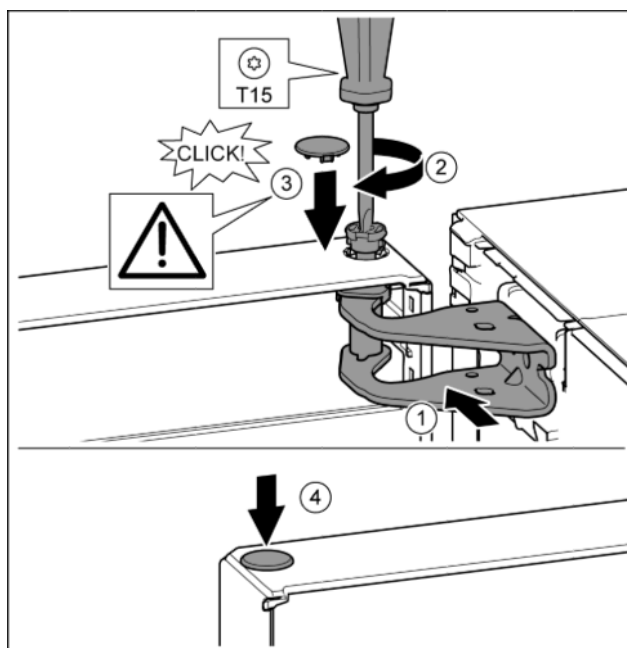

Fig. 18
- ▶ Wyrównać drzwi u góry względem otworu w płycie zawiasu. Fig. 18 (1)
- ▶ Założyć sworzeń i dokręcić śrubokrętem T15. Fig. 18 (2)
- ▶ Zamontować osłonę bezpieczeństwa w celu zabezpieczenia drzwi: Włożyć osłonę zabezpieczającą i sprawdzić czy przylega ona do drzwi. Ponadto założyć cały sworzeń. Fig. 18 (3)
- ▶ Założyć zatyczkę. Fig. 18 (4)